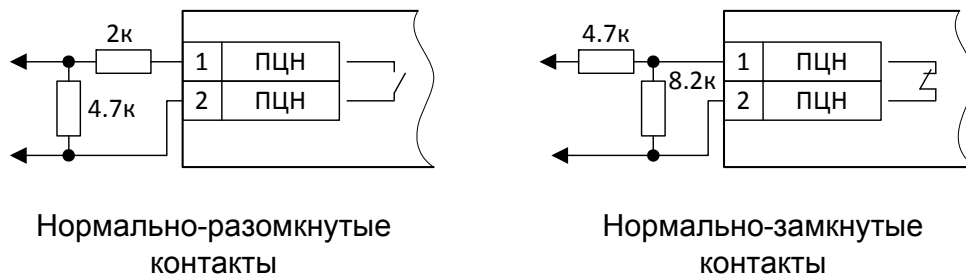

Рисунок 6. Схемы включения релейных выходов ППКП/ППКОП в ШС
- а) К клеммам «+ШС1–»...«+ШС4–» подключить шлейфы сигнализации с включёнными в них релейными выходами ППКП/ППКОП (рис. 6). Если ШС не используется, то к соответствующим клеммам необходимо подключить оконечный резистор из комплекта поставки.